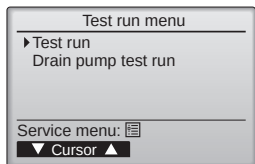

Fig. 7-2
- У меню «Test run menu» (Тестовий прогін) виберіть пункт «Test run» (Тестовий прогін), а потім натисніть кнопку [ВИБРАТИ]. (Fig. 7-2)